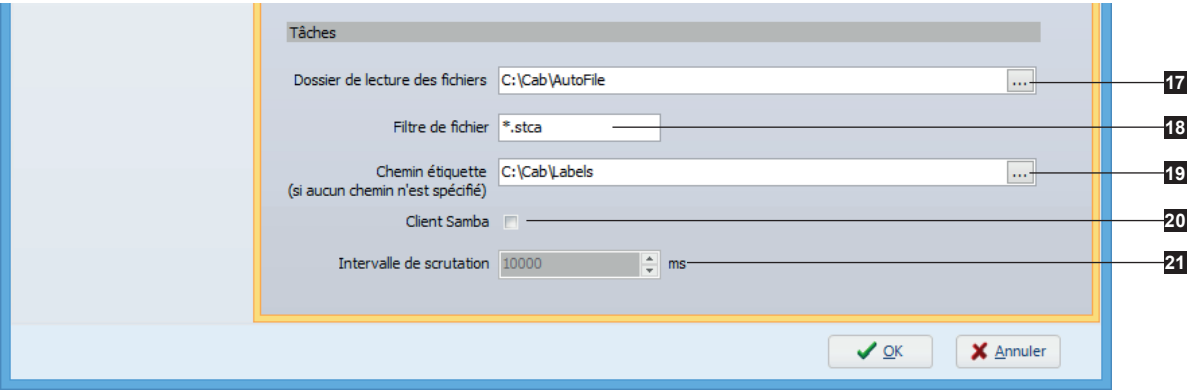

Figure 36 Section Tâches
- Sélectionner la ou les langues souhaitée(s) (1) dans la liste (▷ Figure 36).
- Sélectionner le type de formatage à appliquer (2) : gras, italique, souligné, conversion en minuscules, conversion en majuscules, couleur de police.
- Valider en cliquant sur OK (3).